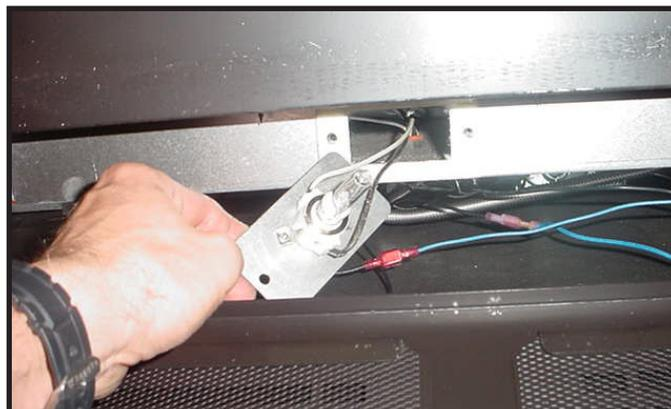

Figure 4.5 Remplacer une ampoule
3. Tirez le panneau d'accès pour exposer l'ampoule. Enfilez des gants en coton propres, remplacez l'ampoule. Toutes les huiles pour le corps qui entrent en contact avec une nouvelle ampoule réduiront grandement sa durée de vie. L'ampoule peut être nettoyée avec de l'alcool isopropylique. Voir la figure 4.5.